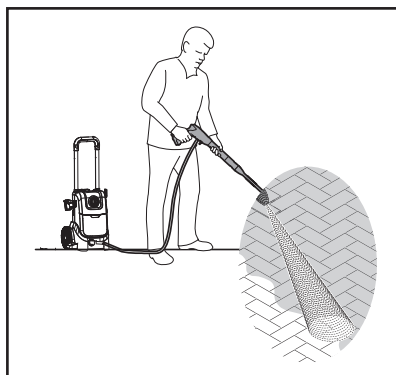

Fig. 16
2. Alege modelul de pulverizare necesar dacă utilizezi duza reglabilă (19).
4. Ține pistolul pulverizator (15) cu ambele mâini.
5. Pornește aparatul rotind comutatorul de pornire / oprire (3) la poziția „I”.
7. Apasă complet declanșatorul pistolului pulverizator (15a) pentru a porni jetul de apă așa cum se arată în fig. 16.